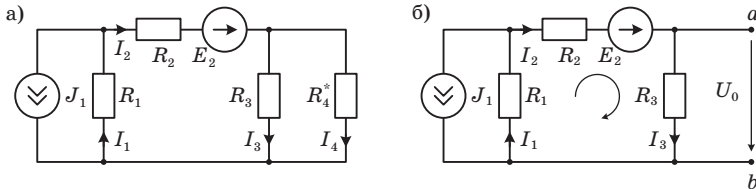
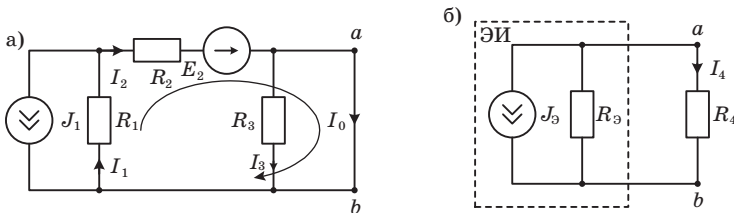

Рис. 1.11
Рис. 1.14
**Пример 1.5.** В цепи, схема которой представлена на рис. 1.11, а, а методом эквивалентного источника рассчитать ток через сопротивление  $R_4$  (помеченное звездочкой). Параметры цепи:  $J_1 = 2$  А,  $E_2 = 48$  В,  $R_1 = 6$  Ом,  $R_2 = 14$  Ом,  $R_3 = 20$  Ом,  $R_4 = 5$  Ом.
*Решение.* Выберем предполагаемое направление токов в ветвях. Исключим из схемы сопротивление  $R_4$ , ток через которое требуется определить. Обозначим зажимы, к которым было подключено это сопротивление буквами  $a$  и  $b$  (рис. 1.11, б).
Рассчитаем ЭДС  $E_Э$  эквивалентного источника. Численно она равна напряжению холостого хода  $U_0$  между зажимами  $a$  и  $b$ , к которым было подключено сопротивление  $R_4$  (рис. 1.11, б).
Ток  $I_4$  можно рассчитать другим способом – используя для замены схему эквивалентного источника тока. Чтобы определить ток  $J_{\mathcal{E}}$  эквивалентного источника, замкнем накоротко зажимы  $a$  и  $b$  и найдем величину тока короткого замыкания  $I_0$  (рис. 1.14, а).
Тогда исходную схему (рис. 1.11, а) можно заменить схемой замещения (рис. 1.14, б) и по формуле (1.14) рассчитать искомый ток: